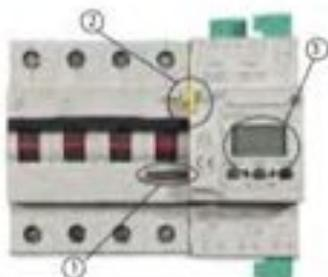

Fig. 2-3. - Vista frontale
L'unità dispone di tre tasti sul pannello frontale del controllo motorizzato③, Fig. 2-3. Le funzioni dei tasti dipendono dalla modalità di funzionamento del dispositivo e dallo stato precedente. Queste funzioni sono descritte di seguito: